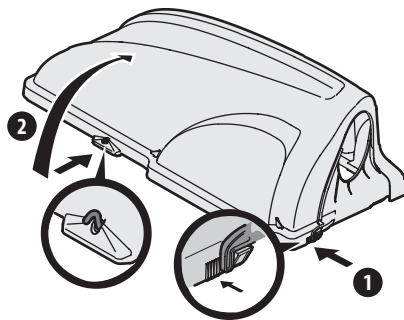

Figura 24
2. Abra el cubierta de la embolsadora empujando hacia adentro la lengüeta posterior derecha con la mano derecha, como se ve en (1) de la Figura 24, y levantando la cubierta con la mano izquierda en el centro de la parte posterior de la cubierta de la embolsadora (2).